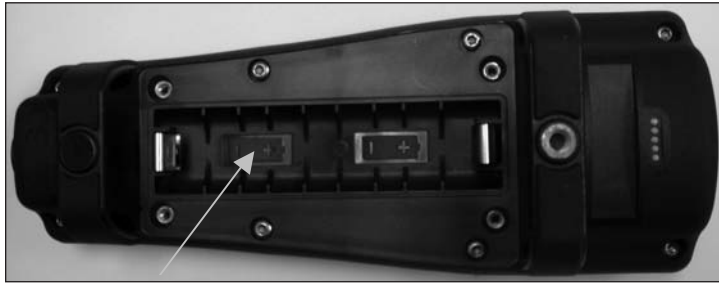

Figura 1. Pro30 sin la tapa de las baterías. Tenga en cuenta los símbolos que indican la polaridad de las baterías.
4. Instale las baterías nuevas, comprobando la alineación correcta de la polaridad (figura 1).